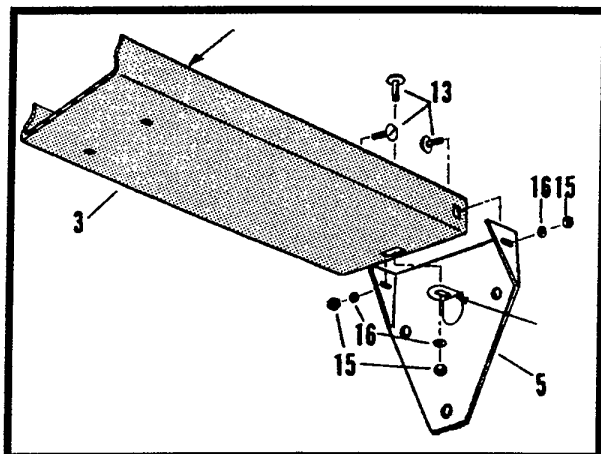

Fig. 1
(Voir Fig. 1)
- Les contrepoids doivent être chargés alors que le timon est attaché au tracteur, et arrimés avec toute fourniture telle que corde, fil métallique, etc... Les trous dans les flasques peuvent être utilisés pour cela (voir figure 1).